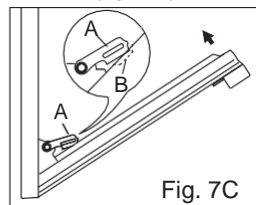

Fig. 7C
- 3) fermer lentement la porte jusqu'à ce qu'elle arrive au niveau des crochets « **A** » **en s'assurant qu'ils se bloquent dans les rainures « B » de la porte, comme le montre la fig 7C.**